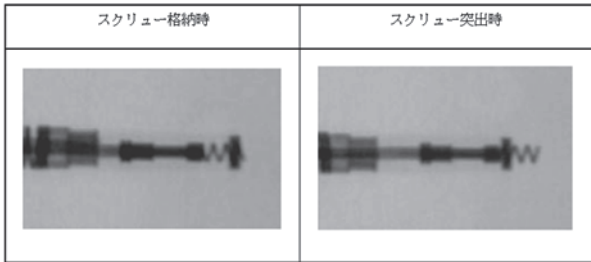

図6: スクリューの位置
- (4) コネクタツールとターミナルブーツを把持し、固定つまみをターミナルピン上でロックし、ターミナルブーツとコネクタの境界がコネクタツール上の矢印マークの位置と揃っていることを確認する。
- (5) ロックした固定つまみを時計回りに回してスクリューを突出させ、心臓壁に固定する。固定つまみ上の突起部の動き又は突起部が指に当たる回数で、回転数を確認する。
- (6) エックス線透視下でエックス線不透過性マーカの位置を確認し、スクリューが完全に突出したことを確認する。スクリューが完全に突出した場合、不透過性マーカ同士は接触し、スクリューはリード先端のマーカの外側に突出する(図6)。